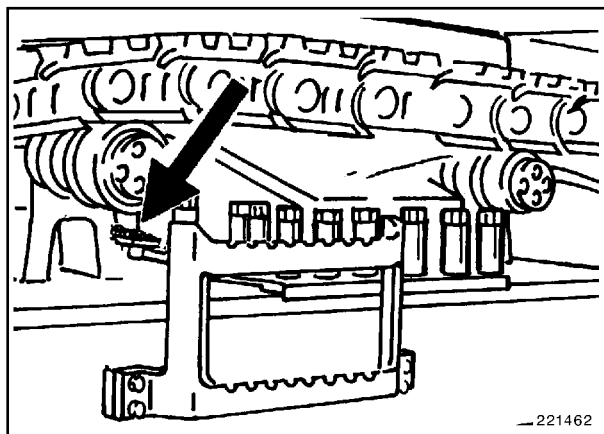

Fig. 2
- No soltar las guías enroscadas en los laterales (Fig. 2).